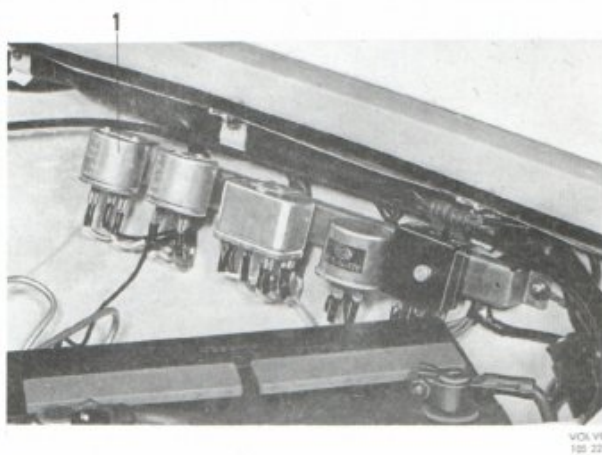

Bild 4. Startrelä BW 35
- I. Startrelä, BW 35 (se bild 4)